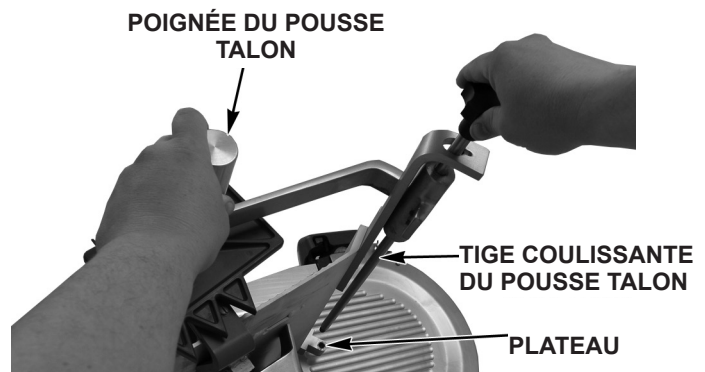

Fig. 24
- Installez le pousse talon (Fig. 24) sur le plateau en glissant la tige coulissante dans la poignée du pousse talon et sur le plateau.